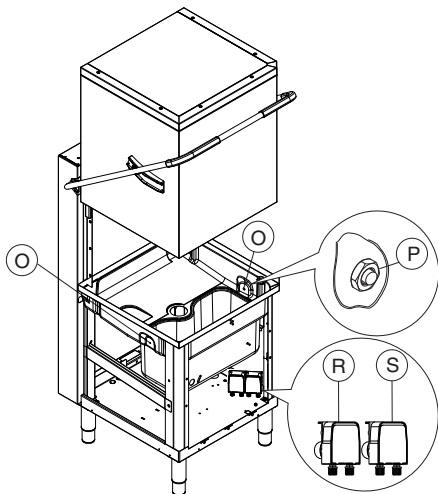

Figura 18 Dosificador automático de detergente
1. Lavavajillas con dosificador de detergente incorporado (Figura 18).
2. Lavavajillas con dosificador de abrillantador incorporado (Figura 18).
Preinstalación para dosificador automático de detergente (Figura 18)